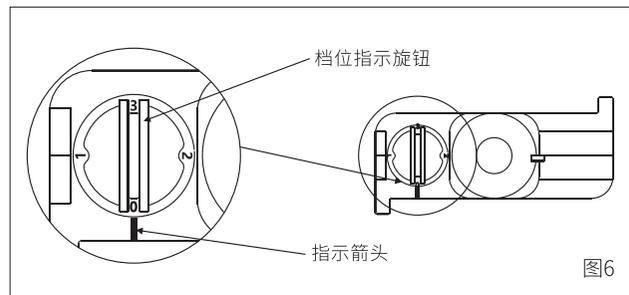

图6
7. 调整档位调节旋钮, 当指示箭头对准那个数字及那个档位被接通 (图6) ;